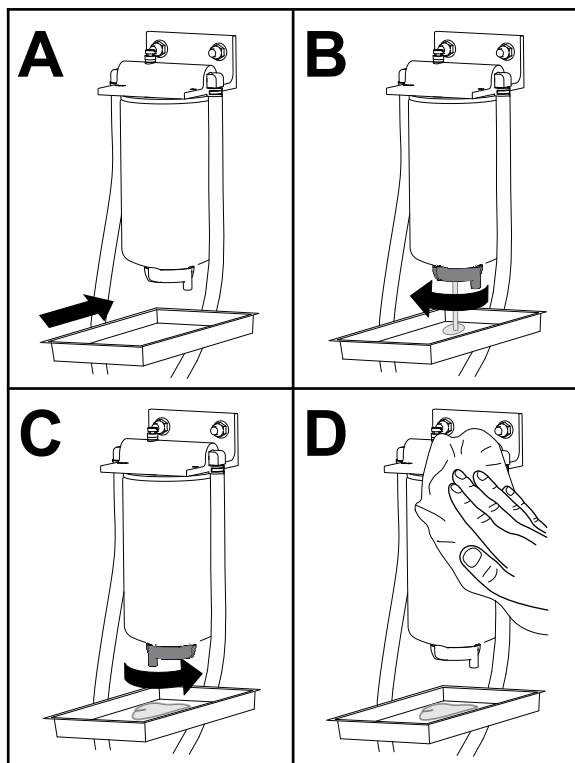

Bild 53
1. Lassen Sie das Wasser aus dem Kraftstofffilter bzw. Wasserabscheider ab, wie in Bild 53 dargestellt.